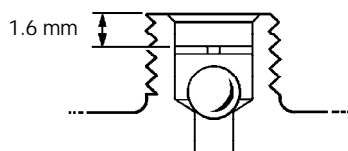

Fig. 3
- Skruva av locket (1) från huset.
- Flottören (4) kan nu avlägsnas från hävstången och mekanismen kan avlägsnas genom att skruva bort skruven (8) i mitten av locket.
- Ventilkägglan (5) kan lätt bytas ut när flottören har avlägsnats.
- Backventilen ska monteras i utloppet och hålls löst fast med fjäderringen (stoppet), som ska monteras 1,5 mm under utloppets hävarm som det visas i Fig. 3.